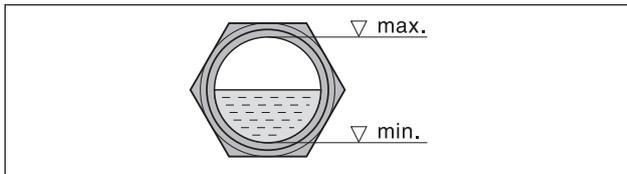

Fig. 5 Livello olio
- b) Dopo aver eventualmente corretto il senso di rotazione, riavviare il motore e spegnerlo di nuovo dopo circa 2 minuti per ricaricare l'olio mancante fino al bordo superiore dell'indicatore (Fig. 5/I). Il riempimento deve essere ripetuto fino a quando tutte le linee dell'olio sono completamente riempite.